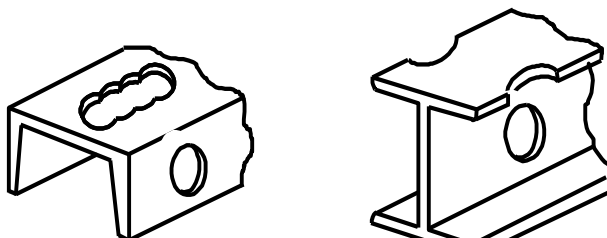

Рис. 2. Отверстия, выполняемые кольцевой фрезой
мере углубления фрезы в материал, пилот утапливается внутрь патрона, сжимая пружину (4). Пружина служит для выталкивания высверленного материала по окончании операции. На рис. 2 представлены возможные виды выполняемых отверстий.